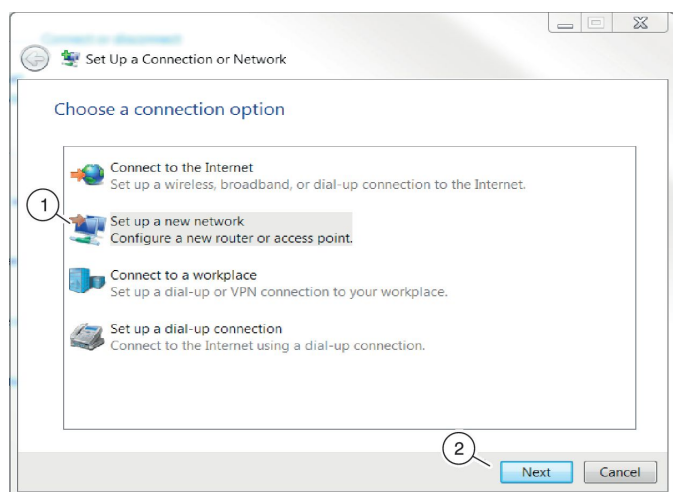

Рис. 39: Настройка новой сети
3. Выделите «Set up a new network» (Рис. 39/1) и нажмите «Next» (Рис. 39/2) чтобы выбрать.